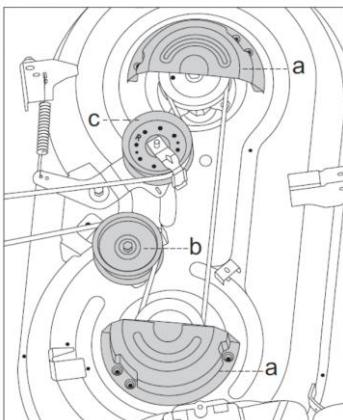

Fig.26B
3. Ta bort de två skyddskåpor för remmen (a, Fig. 26B) genom att lossa de sex skruvarna som fäster dem på klippdäcket.
4. Ta bort den fasta remskivan (b, Fig. 26B) och spännsremeskivan (c, Fig. 26B).